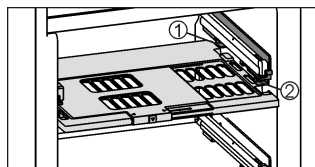

Fig. 7
- ▶ Introduire la plaque de régulation de l'humidité : insérer les travers du couvercle de la plaque par le bas dans le support arrière Fig. 7 (1) et encliqueter devant dans le support Fig. 7 (2).